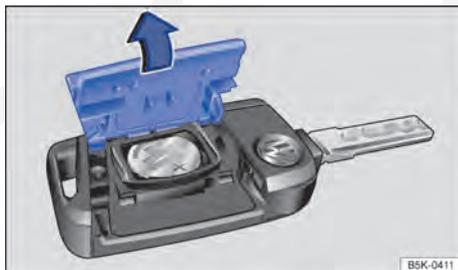

Fig. 24 Chave do veículo: abrir a cobertura do alojamento da bateria.
- Remover a cobertura no lado posterior da chave do veículo com um objeto adequado, por exemplo, uma moeda, => Fig. 24 no sentido da seta => ①.
- Posicionar a cobertura conforme indicado ⇒ Fig. 24 e pressionar no sentido contrário ao da seta sobre a carcaça da chave do veículo até encaixar.